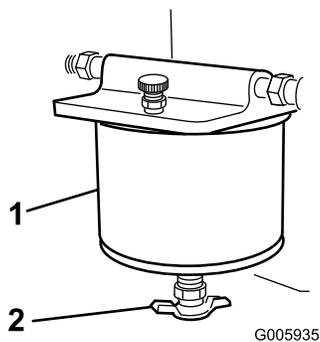

図 31
4. ドレンバルブを開いてフィルタに溜まっている水を抜く **図 31**